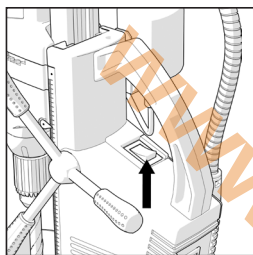

Fig. 5
- Actionnez l'interrupteur moteur noir situé sur le dessus de la machine. (**Fig. 5**)
- Démarrez le moteur en mettant l'interrupteur NOIR, situé sur le dessus de la machine, en position ON. (**voir la Fig. 5**)